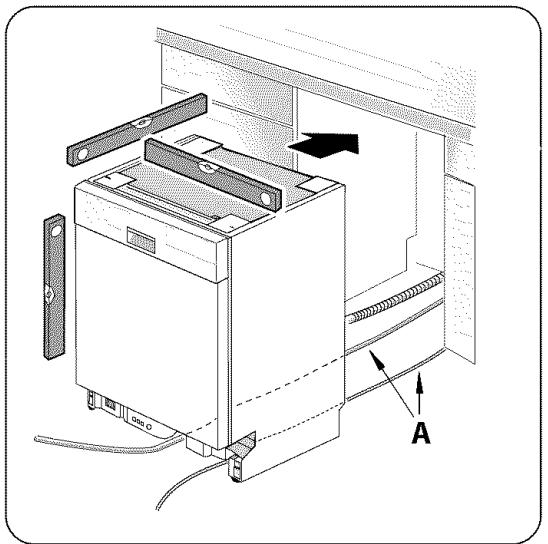
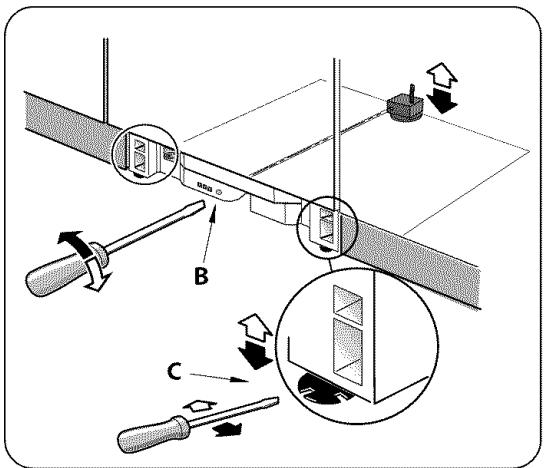
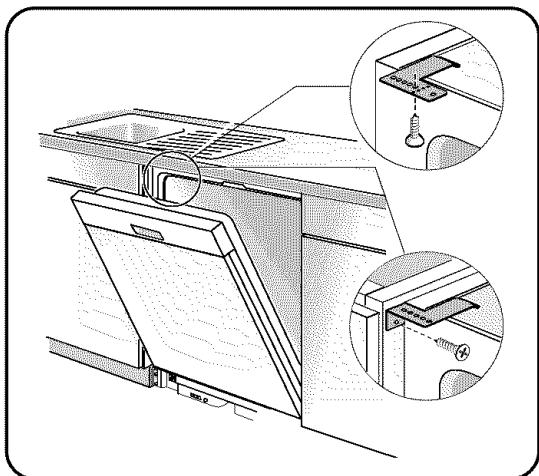

Figure 19/Illus. 19
Figure 20/Illus. 20
Figure 21/Illus. 21
- 2) Position the dishwasher close enough to the enclosure so that you can run the dishwasher drain hose to the under sink drain connection. Make certain that the hot water supply line and the electrical supply cable are in their channels under the dishwasher base, as shown in Figure 19, letter A.
- 4) Perform a level check as shown in Figure 19. Adjust the rear leveler by turning the center screw at the front of the dishwasher, as shown in Figure 20, letter B. Turning the screw clockwise raises the rear of the dishwasher. Adjust the front levelers by turning them with a screwdriver, as shown in Figure 20, letter C. Turning the levelers to the right raises the dishwasher. If additional height is needed, shims may be added under the leveler feet.
Drive the mounting screws through the holes in the mounting brackets, as shown in Figure 20, letter A for Top Mount, or as shown in Figure 21, letter B for Side mount.
- 2) Positionner le lave-vaisselle assez près de l'ouverture pour acheminer le tuyau de vidange à la connexion du drain d'évier. S'assurer que la canalisation en eau haute et le câble électrique sont dans leurs rainures sous la base de l'appareil comme à la figure 19, lettre A.
- 4) Vérifier le niveau comme à la figure 19. Régler le pied nivelleur arrière en tournant la vis centrale devant le lave-vaisselle comme à la figure 20, lettre B. Tourner dans le sens horaire pour éléver l'arrière de l'appareil. Régler les pieds nivelleurs avant avec un tournevis comme à la figure 20, lettre C. Tourner vers la droite pour soulever. Si une hauteur additionnelle est nécessaire, il faudra peut-être des cales sous le pied nivelleur.
Insérer les vis de fixation par les trous dans la finxation comme à la figure 20, lettre A pour la fixation supérieure ou à la figure 21, lettre B pour la fixation latérale.
- 2) Acomode la lavadora tan cerca del gabinete como para poder conectar la manguera de desagüe de la lavadora a la conexión de evacuación debajo del fregador. Asegúrese de que el tubo de agua caliente y el cable eléctrico estén puestos en sus canales respectivos bajo la base de la lavadora, tal como indican las flechas A en la Ilustración 19.
- 4) Revise el nivel como muestra la Ilustración 19. Ajuste el nivelador trasero por medio de darle vuelta al tornillo del centro en la cara frontal de la lavadora, tal como indica la flecha B en la Ilustración 20. La parte trasera de la lavadora se eleva a medida que se gire el tornillo en el sentido del reloj. Ajuste los niveladores de frente por medio de darles vuelta con un destornillador, tal como indica la flecha C en la Ilustración 20. La lavadora se eleva a medida que los niveladores giran hacia la derecha. Si la lavadora debe elevarse aún más, introduzca calces debajo de los pies de los niveladores.
Introduzca los tornillos de montaje a través de los hoyos en los soportes de montaje, tal como indica la letra A en la Ilustración 21, para realizar el montaje superior; o según lo que indica la letra B en la misma ilustración para realizar el montaje lateral.